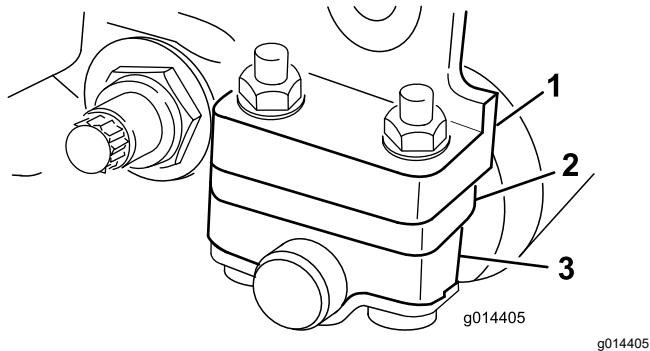

Figure 12
1. Réglez les supports du rouleau arrière à la plage de hauteur de coupe voulue en plaçant le nombre correct d'entretoises sous la bride de fixation de la plaque latérale (Figure 12) en vous reportant au Tableaux de sélection des hauteurs de coupe et des contre-lames \(page 16\).